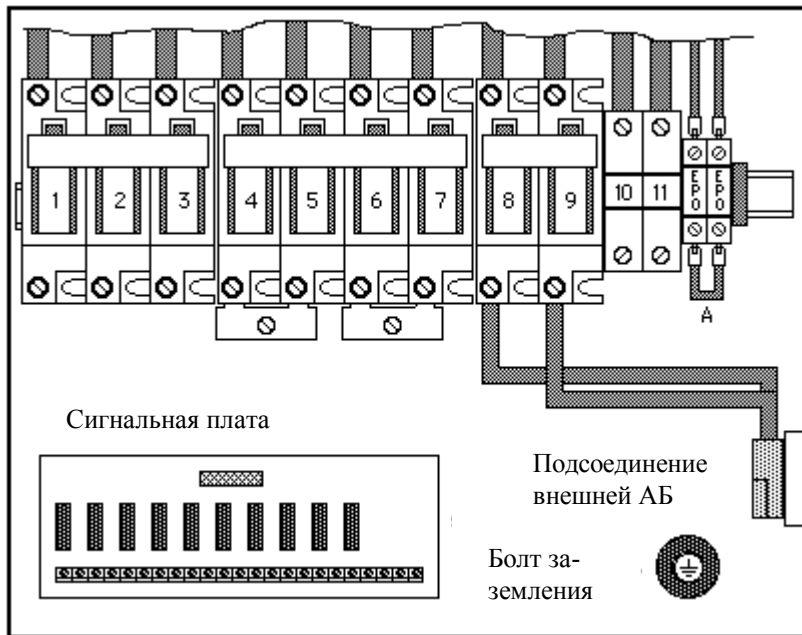

Рис. 8. Присоединение силовых цепей АБП с однофазным выходом.
Примечание: завод изготовитель оставляет за собой право замену типа выключателей и присоединительных колодок, не влияющих на работоспособность АБП, что может повлиять на внешний вид на рис. 8 – 11.
Фазы R (A), S (B), T (C) на входе выпрямителя (рис. 8, 9, 10 и 11) должны быть присоединены, с соблюдением правильной последовательности фаз.
АБП оборудована устройством аварийного отключения (ЕРО), (выводы см. на рис. 8, 9, 10 и 11) блокирующего работу выпрямителя, инвертора и статического ключа и таким образом останавливающего работу АБП в аварийных условиях.
Все соединения, сигнальной платы пользователя, размещенной внизу слева за панелью прикрывающей подключенные силовые кабели (рис. 8, 9, 10 и 11) изображены на рисунке 12.